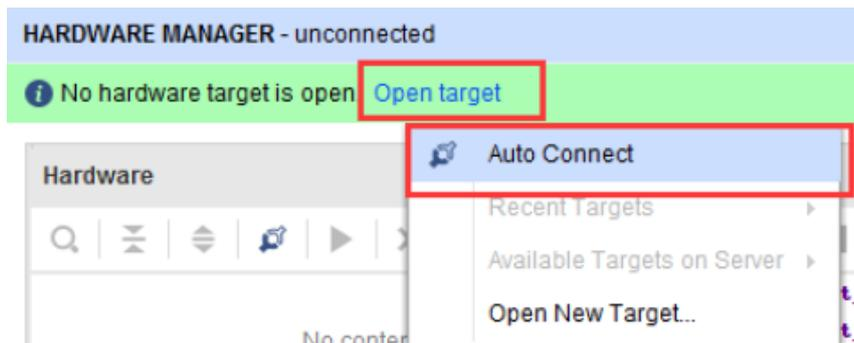

图 1.37
b.3、双击打开新建好的 XDC 文件，并按照如图 1.37 所示规则，输入相应的 FPGA 管脚约束信息和电平标准。